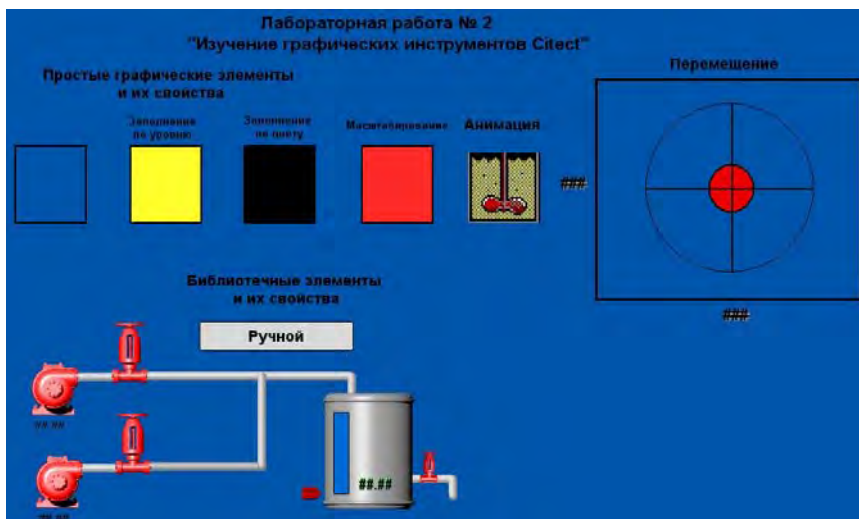

Рис. 2.1. Эскиз страницы для лабораторной работы № 2
1. Создать новую графическую страницу в проекте, для изучения инструментов Сітест. Примерный эскиз страницы приведен на рис. 2.1,
Траектория перемещения объекта на рисунке продублирована окружностью, текущие координаты выводятся с помощью объекта «Число» (см. рис. 2.1).